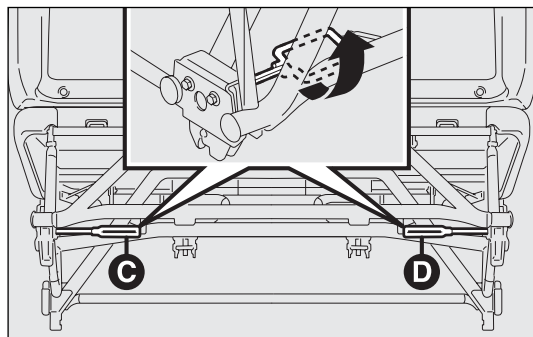

fig. 42
- de la position repliée, actionner les leviers C et D-fig. 42 en les tournant vers l'avant (comme indiqué sur la plaquette autocollante située sur la traverse inférieure);